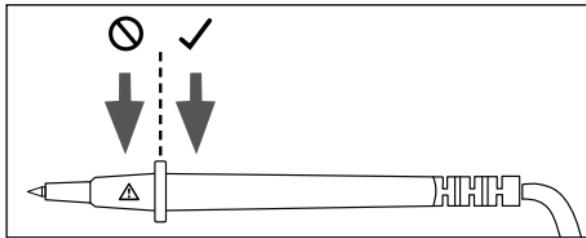

Fig. 3
- Ne tenez les sondes de mesure ⑥ que par la zone de préhension prévue (voir fig. 3). Ne pas toucher la zone contenant le signal d'avertissement ⚠. Il existe sinon un risque d'électrocution pendant le mesurage !